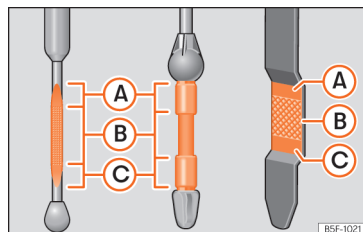

Abb. 212 Ölmesstab
Legende zur »» [Abb. 212]:
- Den Messstab anschließend wieder herausziehen und den Ölstand ablesen » (Abb. 212). Füllen Sie gegebenenfalls Motoröl nach.
- Wenn der Ölstand mindestens den Bereich » (Abb. 212) Ⓑ erreicht hat, vorsichtig den Deckel des Einfüllstutzens aufschrauben » Ⓓ.